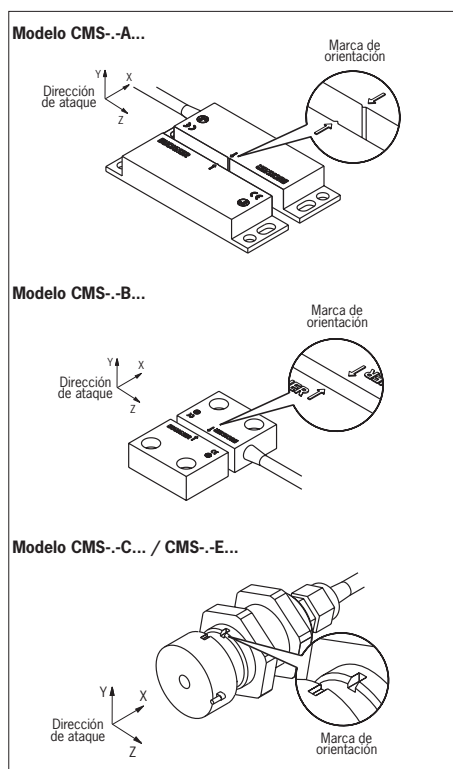

Figura 1: alineación de la cabeza de lectura y el actuador
La cabeza de lectura y el actuador pueden montarse en cualquier posición. Asegúrese de que ambos estén alineados (véase la figura 1).
- ▶ Sus superficies activas estén completamente enfrentadas cuando el resguardo de seguridad esté cerrado (véase la figura 1).
▶ Si la velocidad de ataque entre la cabeza de lectura y el actuador es reducida y se está utilizando la unidad de evaluación CMS-E-BR, se recomienda evitar la dirección de ataque **Z** (véase la figura 1).